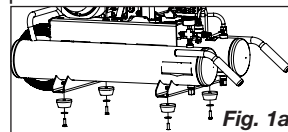

Fig. 1a
3. Fije las almohadillas de vibración al compresor como se muestra en la Fig. 1a.